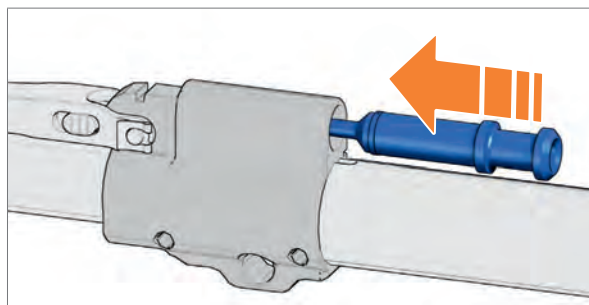

Abb. 119: Gaskolben einsetzen
1. Gaskolben in den Gasblock einsetzen (Abb. 119).